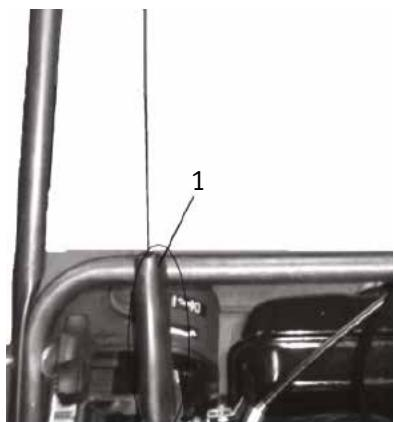

Рис. 11.1
1. Удалите резиновую оболочку (1) с соединительного кронштейна тросов (**рис. 11.1**).